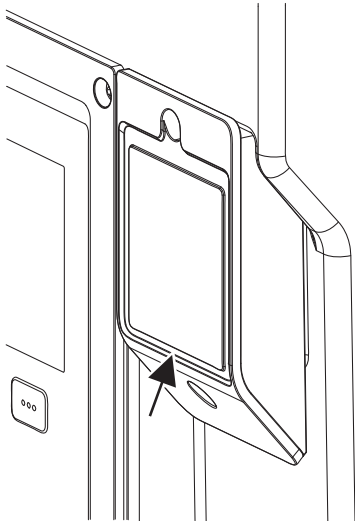

Fig. 27: Afdekking voor Wilo-Smart Connect-module BT
1. Draai de schroef van de Wilo-Smart Connect module-afdekking (Fig. 27) los en open de afdekking.
Vanwege de constructie kan de Wilo-Smart Connect module BT er slechts in één uitrichting op worden gezet. De module zelf wordt verder niet vastgezet. De module-afdekking van de Wilo-Smart Connect (Fig. 27) op het bovendeele van de elektronikamodule houdt de module vast in de interface.